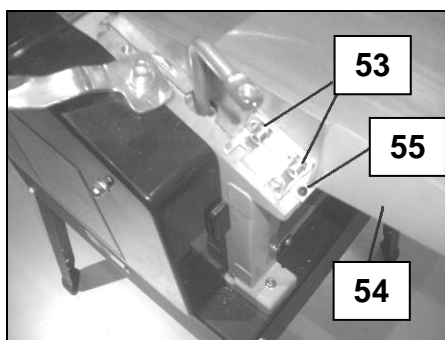

Fig 44
- Desserrez les 2 vis 6 pans de 5mm (53) de chaque côté de la table de sortie (54) (Fig 44 & 45).
- Ajustez la table de sortie en hauteur et resserrez les 4 vis 6 pans (53).
- Serrez ou desserrez les vis 6 pans de 3mm (55) de chaque côté de la table d'entrée (54) pour régler l'inclinaison (Fig 44 à 46).